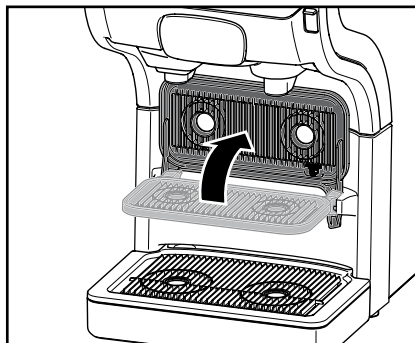

図11
- ・ ポットを置く場所を作るには、カッププレートを上にも倒してください。(図11)